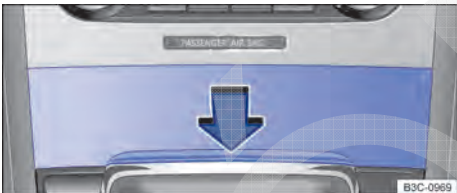

Fig. 128 No console central dianteiro: abrir o cinzeiro.
Para *abrir*, pressionar a cobertura do cinzeiro brevemente no sentido da seta ⇒ Fig. 128. A cobertura se abre automaticamente.
- No porta-objetos ou no cinzeiro dianteiros  **Fig. 128**.